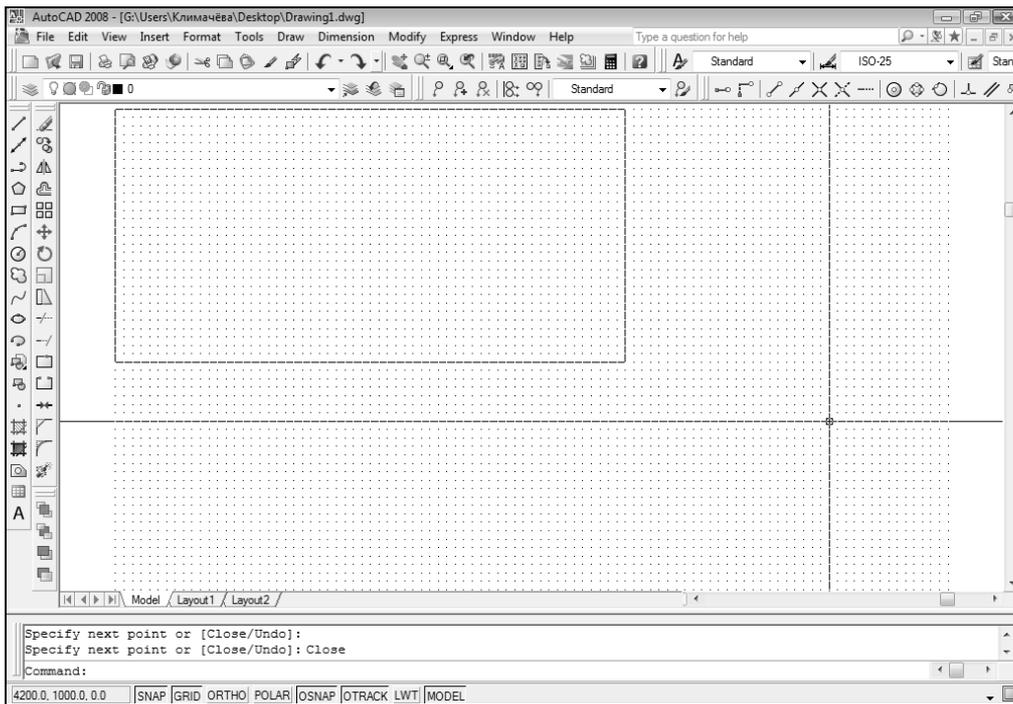

Рис. 3.12. Законченный контур габаритов рабочей зоны
7. Для завершения построения прямоугольника введите **CLOSE** или просто **C**. AutoCAD замкнет контур (рис. 3.12) и автоматически завершит выполнение команды LINE.